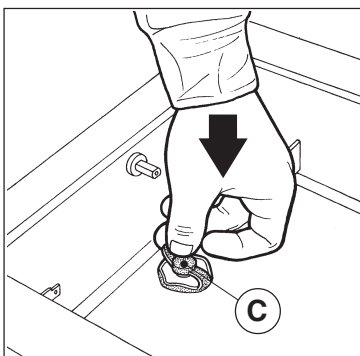

Fig. 4
- 5) Colocar el capuchón de protección (C) en el agujero central de la manera ilustrada en (Fig. 4)